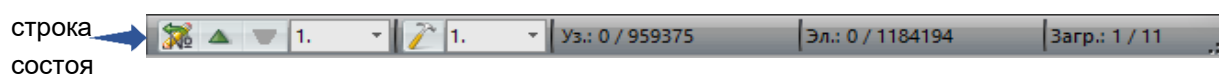

Рис. 6. Строка состояния
**Строка состояния** (рис. 6) - это панель в нижней части окна, предназначенная для вывода вспомогательной информации: параметров задачи, с которой работает пользователь, подсказок к пунктам меню и т.д. Конфигурация строки состояния зависит от режима работы программы (создание **Расчетной схемы**, просмотр **Результатов расчета**, **Конструирование**) и содержит следующие блоки: